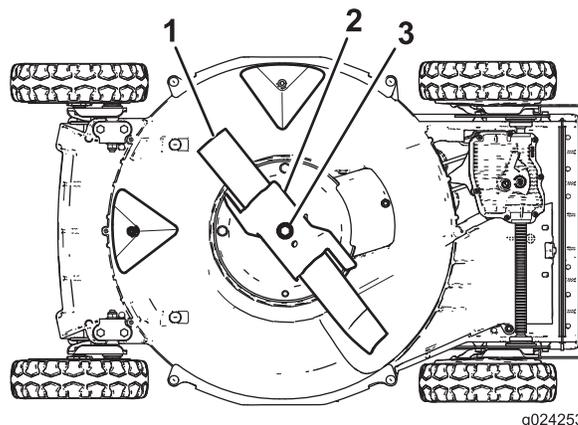

Figura 22
4. Vuelque la máquina hacia su lado **derecho** (limpiador de aire hacia arriba), según se muestra en Figura 22.